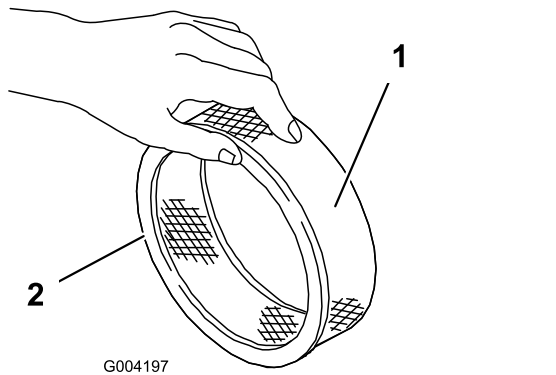

Bild 157
5. Untersuchen Sie den Papierfilter auf Risse, einen öligen Film und Schäden an der Gummidichtung (Bild 157).